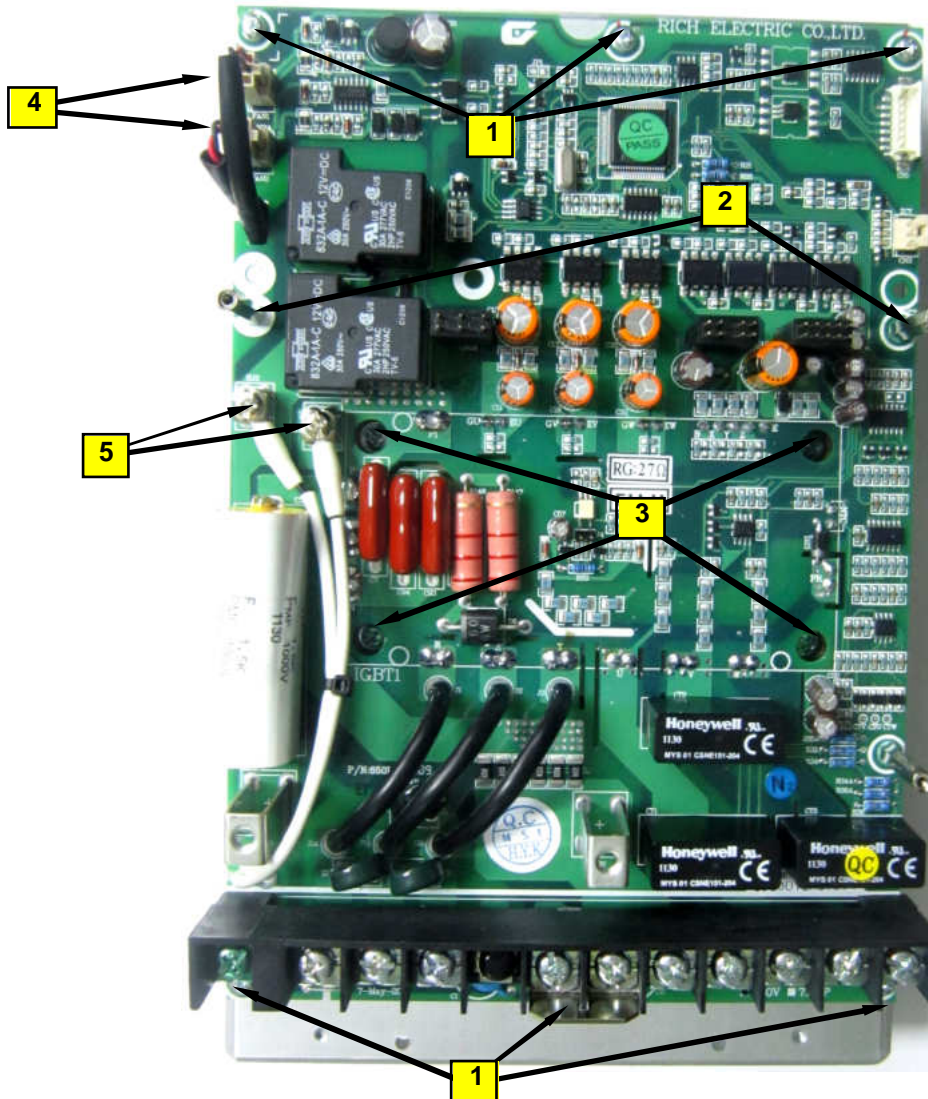

Рис. 6.9
6.6.3. Разъединить два разъема «4» питания вентиляторов на плате драйверов, отвернуть два винта «5» контактов резистора предзаряда, шесть винтов «1», две стойки «2», четыре винта «3» и демонтировать плату драйверов с матрицей в сборе (рис. 6.9).